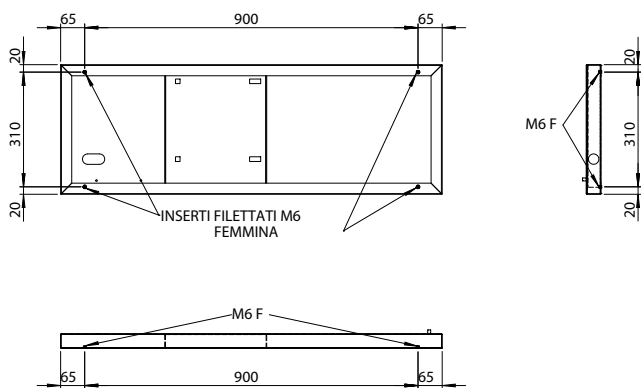

Рис. 1.i
- соответствие требованиям стандартов сейсмических испытаний IEC 60068-2-6, IEC 60068-2-57, IEC 60068-2-64, ISO2041. В целях обеспечения соответствия вышеперечисленным стандартам шкаф крепится к полу анкерными болтами через резьбовые отверстия (внутренняя резьба M6) как показано на Рис. 1.i.